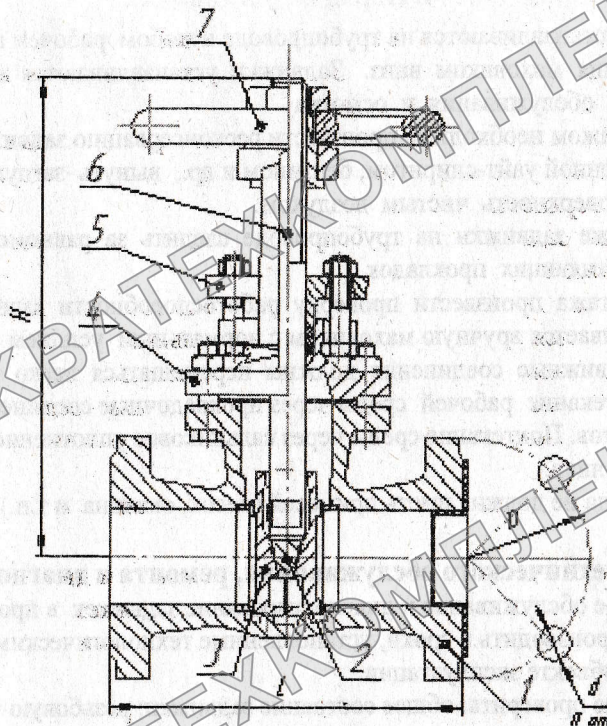

Рис. 1
3.2. Основные габаритные и присоединительные размеры указаны на рис. 1.